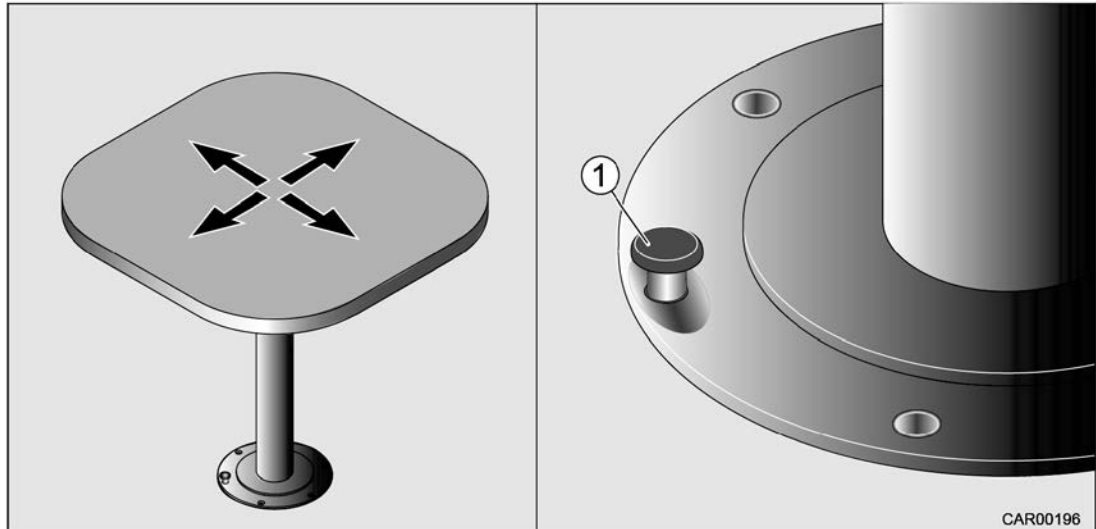

Fig. 69 Table coulissante (actionnement avec pédale)
1. Appuyer sur la pédale (Fig. 69/1).
3. Relâcher la pédale (Fig. 69/1) pour bloquer le dessus de table.